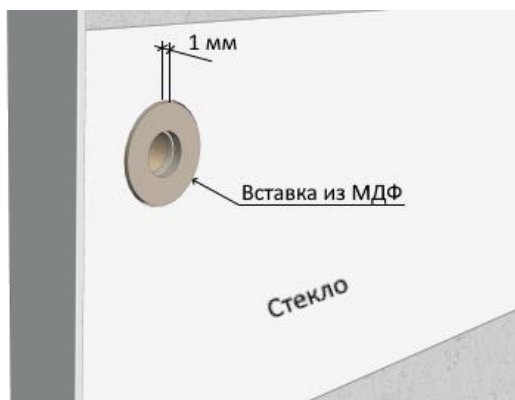

рис. 17
- 1) вставка из МДФ, на которую монтируется ручка, должна выступать на 1 мм над поверхностью стекла (рис. 17). Если монтажник видит, что вставка расположена в одной плоскости со стеклом, просьба ручку не монтировать, запросить у фабрики новые вставки и переклеить их, чтобы сохранился выступ в 1 мм. Этот выступ нужен для того, чтобы исключить контакт внутренней части ручки со стеклом.